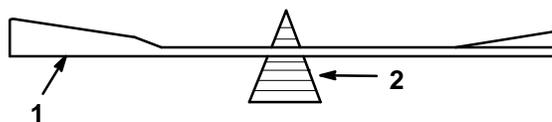

Figure 38
2. Vérifier l'équilibre de la lame en la plaçant sur un équilibreur (Fig. 38). Si la lame reste horizontale, elle est équilibrée et peut être utilisée. Si la lame est déséquilibrée, limer un peu le dos de la lame. Vérifier de nouveau et répéter la procédure jusqu'à ce que la lame soit équilibrée.